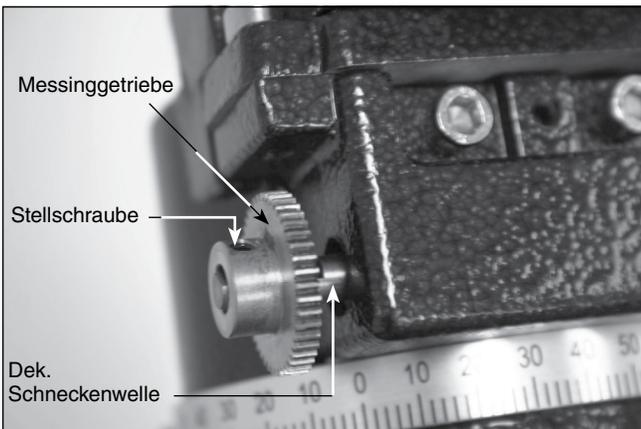

Abbildung 8. Korrekte Ausrichtung der Messinggetriebe für dek. Achse
2. Schieben Sie das Getriebe-Ende von einem der kleinen Messingzahnräder auf die dek. Schneckenwelle, dass es so aussieht wie in der **Abbildung 8**. Drehen Sie das kleine Messinggetriebe, so dass eine der Stellschrauben gegen den flachen Teil der dek. Schneckenwelle drückt. Befestigen Sie das kleine Messinggetriebe durch Anziehen der Stellschrauben mit dem mitgelieferten 2 mm Innensechskantschlüssel, aber nicht zu fest anziehen. Möglicherweise müssen Sie kleine Anpassungen an der Position des Zahnrads